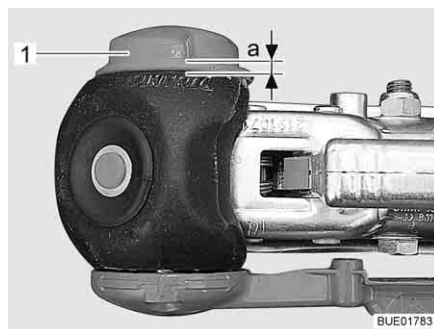

Bild 208 Verschleißkontrolle
- Handrad (Bild 208, 1) zudrehen, bis die Drehmomentbegrenzung hörbar und spürbar durchratscht. Drehrichtung: im Uhrzeigersinn.
- Abstand $a > 0$ (Bild 208): Verschleiß innerhalb des zulässigen Bereiches.